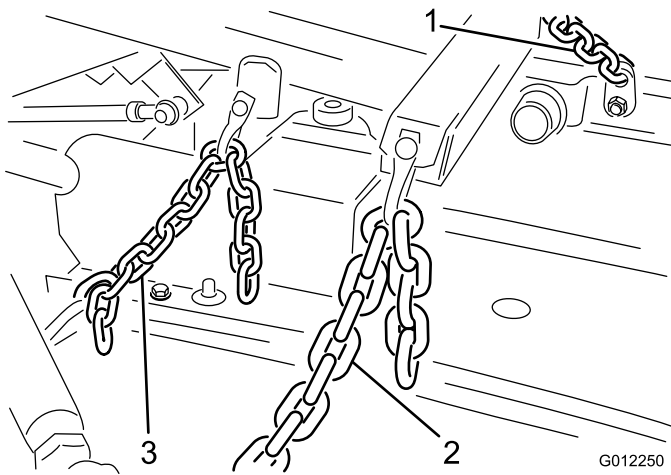

Figura 9
1. Conecte las cadenas de elevación al brazo de elevación y las pletinas de enganche de las cadenas de la unidad de corte con 6 grilletes, pasadores (3/8 x (1-1/2 pulgadas) y chavetas (1/8 x 3/4 pulgada) (Figura 9). Para asegurarse de que la unidad de corte se eleva correctamente, sujete las cadenas a los eslabones siguientes: